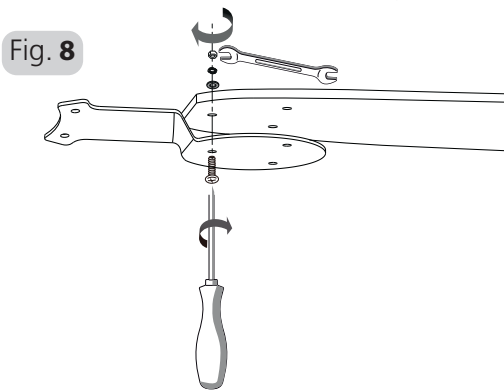

Fig. 8
5. Montieren Sie die Flügelclips an den Flügeln, indem Sie die Schrauben, Unterlegscheiben, Federscheiben und Muttern zusammen festziehen. Vergewissern Sie sich, dass alle drei Schrauben an den Flügeln festgezogen sind. Siehe Abb. 8.
5. Assemble blade clips onto the blades by tightening the screws, flat washer, spring washers and nuts together. Ensure all three screws tighten each blade. Refer Fig. 8.
5. Montez les clips des pales sur les pales en serrant les vis, les rondelles plates, les rondelles élastiques et les écrous. Vérifiez que les trois vis fixent bien chacune des pales. Voir Figure 8.
5. Montare gli elementi di fissaggio delle pale serrando le viti, le rondelle piane, le rondelle elastiche e i dadi. Assicurarsi che ogni pala venga fissata con tutte e tre le viti. Vedere fig. 8.
5. Monteer de bladclips op de bladen door de schroeven, de platte sluitring, de veerringen en de moeren samen vast te draaien. Zorg ervoor dat elk blad door alle drie de schroeven op zijn plaats wordt gehouden. Zie Fig. 8.
5. Monte os cliques das pás nas pás ao apertar os parafusos, anilhas planas, anilhas de mola e porcas em conjunto. Assegure-se que todos os três parafusos apertam cada uma das pás. Consulte a Fig. 8.
- Установите зажимы лопастей на лопасти, затянув винты, плоскую шайбу, пружинные шайбы и гайки. Убедитесь, что каждая из лопастей затянута тремя винтами. См. рис. 8.
- Zamontować zaciski łopatek na łopatkach, dokręcając śruby wraz z podkładką płaską, podkładkami sprężystymi i nakrętkami. Należy upewnić się, że każda z łopatek jest mocno przykręcona za pomocą wszystkich trzech śrub. Patrz rys. 8.